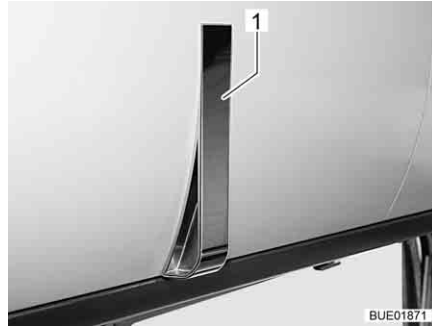

Bild 38 Möbelklappe mit Griff (Beispiel)
- Am Griff (Bild 38,1) ziehen, bis Möbelklappe offen ist.